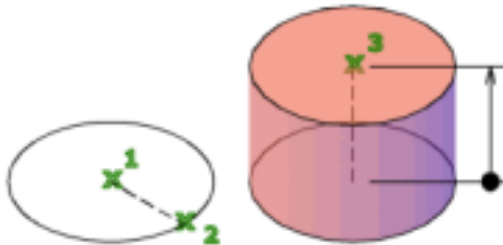

Рисунок 7.6 – 3D циліндр
Для створення моделі 3D циліндра введіть **ЦИ (ЦИЛІНДР)** у командному рядку або натисніть кнопку на панелі *Моделирование* → *Ящик* → *Циліндр* (рис. 7.6).
Циліндр будується за трьома параметрами: центральна точка (1), радіус (2) та висота (3) (рис. 7.6).